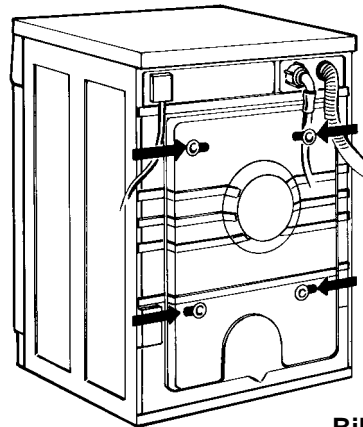

Bild 2
1. Die vier Schrauben mit dem mitgelieferten Schraubenschlüssel lockern (Bild 2).